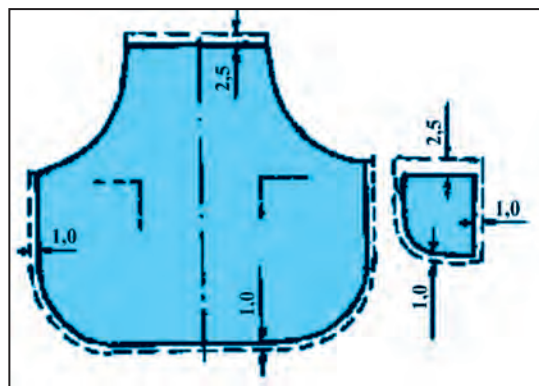

Рис. 44. Детали фартука.
2. Для того, чтобы обработать (сшить) швы подола, боковых и грудно-передних частей оставить долю шва и расчертить мелом (рис. 44).
7. В результате кройки фартука с цельной грудно-передней частью образовались следующие детали (рис. 44).
3. Отрезать середину слабого шва – отметить место для кармана (рис. 44).